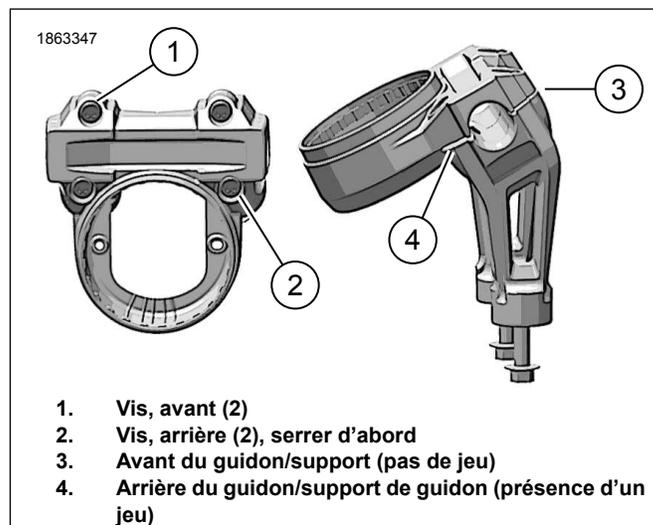

Figure 2. Montage du guidon
- b. Voir la figure 2. Installer les vis de bride (1, 2).
5. Voir la figure 2. Serrer les vis de bride (1, 2).
- c. Serrer les vis avant (1).